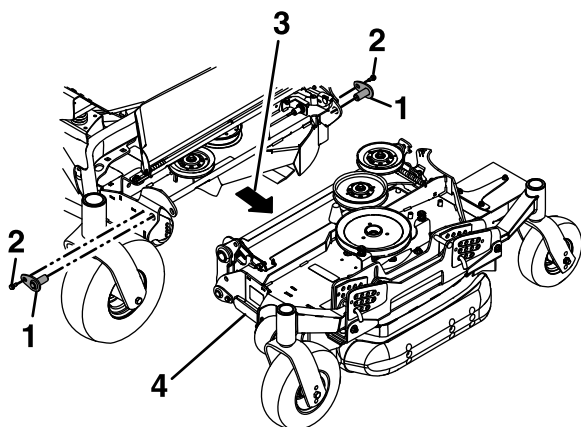

Figura 84
12. Retire y guarde los pernos que sujetan los pasadores de giro superiores a la carcasa, y luego retire los pasadores de giro (Figura 84).
13. Tire de la carcasa lateral hacia fuera para separarla de la carcasa central (Figura 84).
Alinee e instale los pasadores de giro superiores en la parte delantera y trasera de la carcasa, y sujételos con los pernos que se retiraron anteriormente (Figura 84).